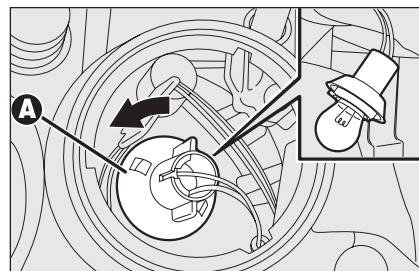

fig. 28
- ruotare in senso antiorario il portalampana **A-fig. 28**, estrarre la lampada e sostituirla;